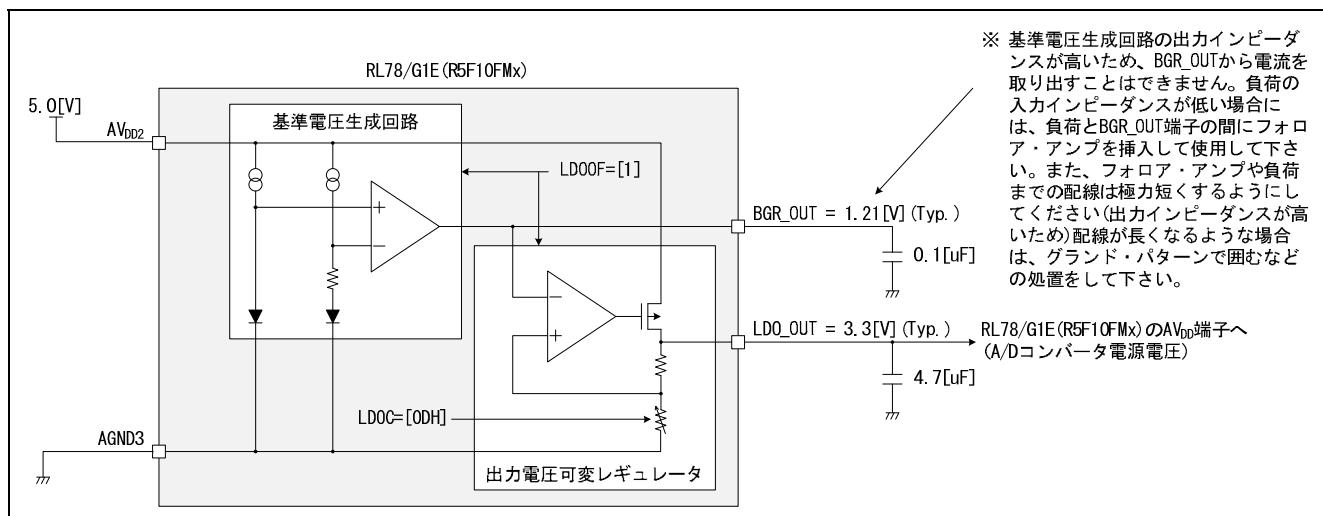

図 6.3 基準電圧生成回路および出力電圧可変レギュレータのブロック図
- 基準電圧生成回路および出力電圧可変レギュレータのブロック図を図6.3に示します。